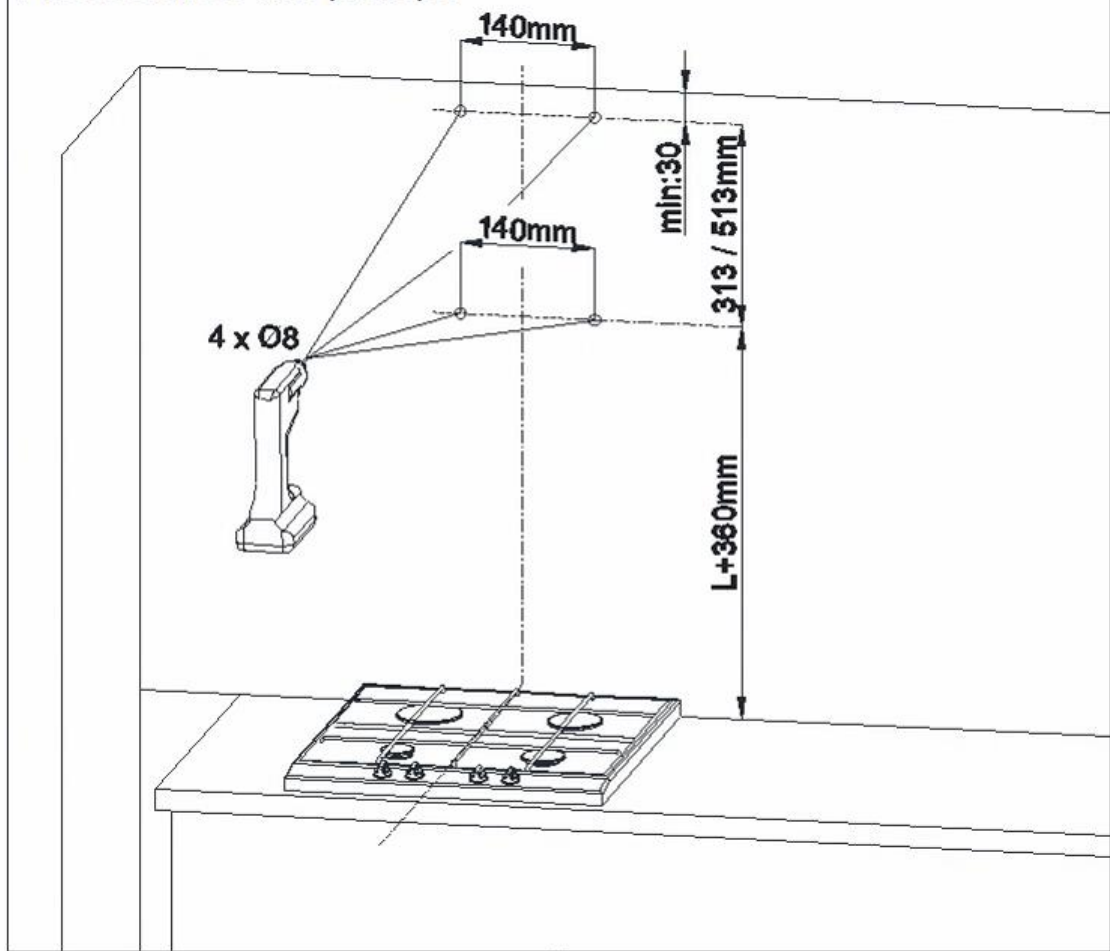

Рис.6 Монтаж дюбелей
2. Вставьте дюбели в просверленные отверстия. Вверните винты в два отверстия, обозначенные буквой А, оставив винт длиной 7 мм снаружи шпильки (рис. 6).